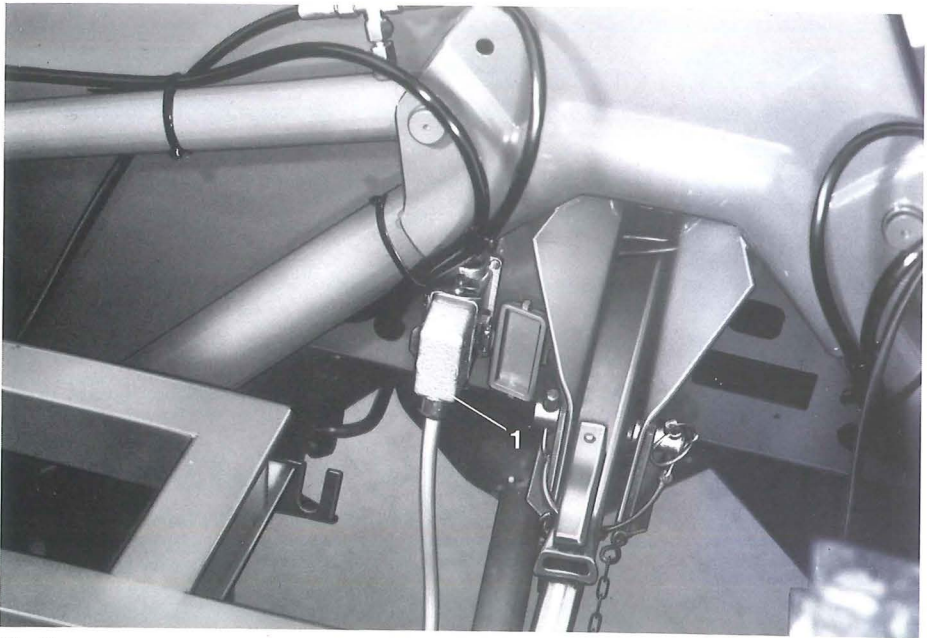

Fig. 7
Die elektr. Fernbedienungsarmatur ist separat verpackt und wird mittels Gerätestecker (9) an die Maschine angeschlossen (Fig. 7/1). Für die Stromversorgung ist beiliegendes Anschlußkabel zur Schlepperbatterie zu verlegen, blau an Masse (Minus) und braun an Plus. Stecker (10) an Zwischensteckdose anschließen.